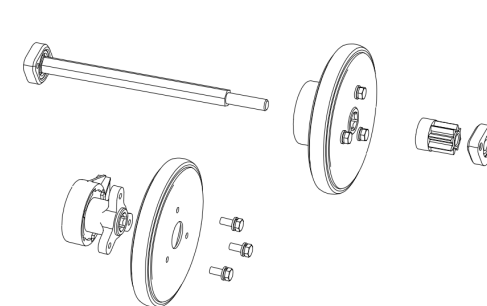

Рис. 31
5. Выкрутите три винта, которые крепят боковые пластины фрикционного колеса вместе, замените только резиновое кольцо (Рис. 31).